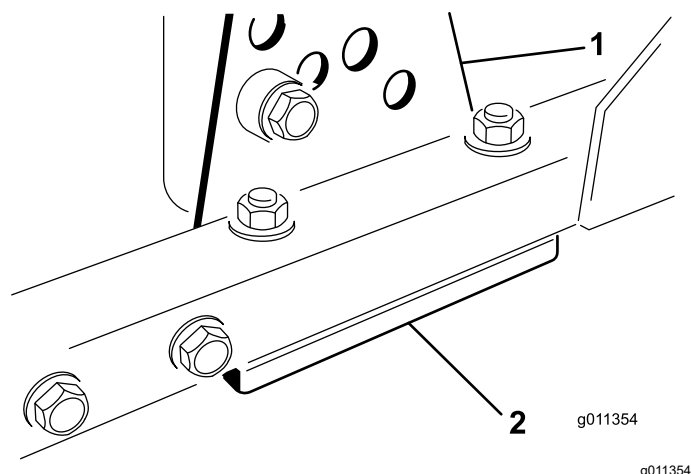

図 96
1. 刈り高ブラケット前、左、右のうち1つをカットニングユニットのフレームから外す図 96。
2. カットニングユニットのフレームとブラケットとの間に厚さ 1.5 mm または 0.7 mm のシム、場合によってはこれらの両方を挿入して、希望する刈り高を達成する図 96。